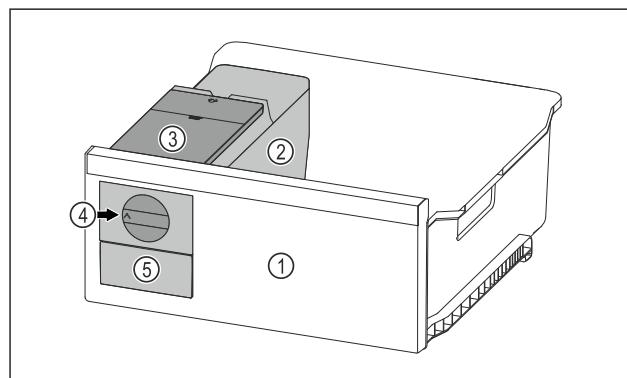

Fig. 108 Beispielhafte Darstellung
- Drehknopf Fig. 108 (4) im Uhrzeigersinn bis zum Anschlag drehen.
- Eiszwürfel fallen aus der Eiszwürfelschale in das Eiszwürfelschubfach Fig. 108 (5).